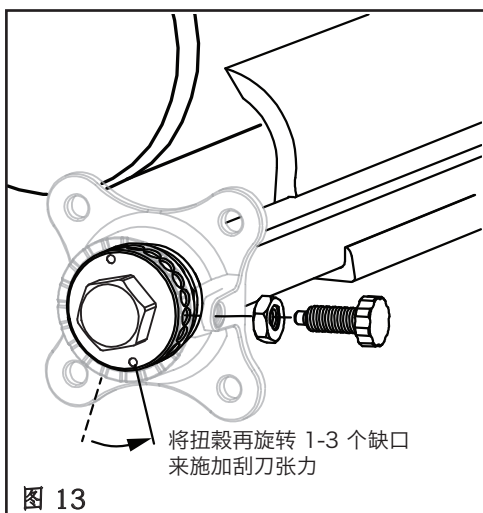

图 13
20. 进一步将扭榫旋转至所需的缺口数量, 以达到张紧预设。典型的预设张力为一至三个缺口 (图 13)。